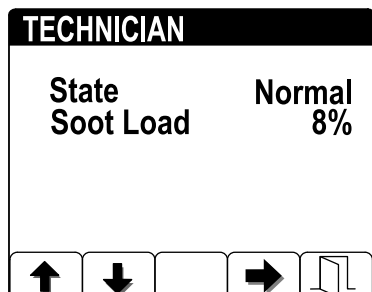

Figura 40
- Vea la carga de hollín que se mide como porcentaje del hollín del DPF(Figura 40); consulte la tabla de carga de hollín.